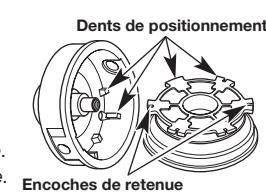

Fig. 12
6. Vérifiez l'état d'usure des dents de positionnement et des encoches de retenue (Fig. 12). Le cas échéant, enlevez les ébarbures ou replacez le moulinet intérieur et la bobine extérieure.